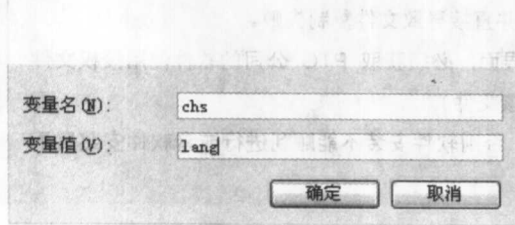
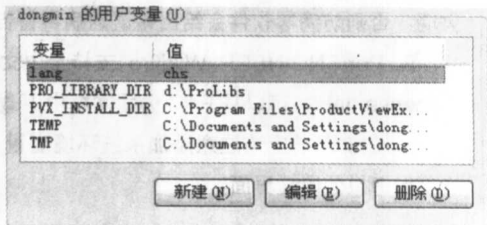

图 1-2-3
图 1-2-4
(2) 在“Administrator 的用户变量”(视情况而定，本机是 dongmin 的用户变量)选项组中，单击“新建”按钮 →系统会弹出一个新对话框，如图 1-2-3 所示。在“变量名”文本输入框中，输入字母“CHS”；在“变量值”文本输入框中，输入字母“LANG”，→单击“确定”按钮，系统会显示一个对话框，如图 1-2-4 所示。